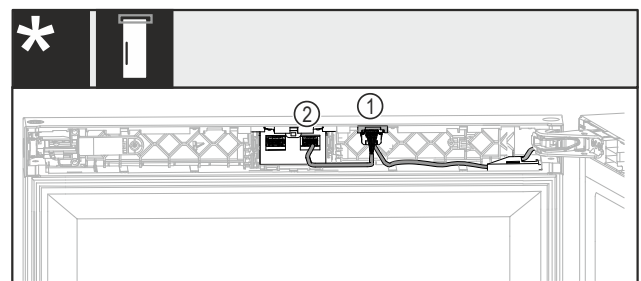

Fig. 32 Senza serratura o con serratura meccanica
- Inserire la spina con entrambi i cavi Fig. 32 (1) nella guida.
- Innestare la spina con un cavo Fig. 32 (2) nel nido destro.